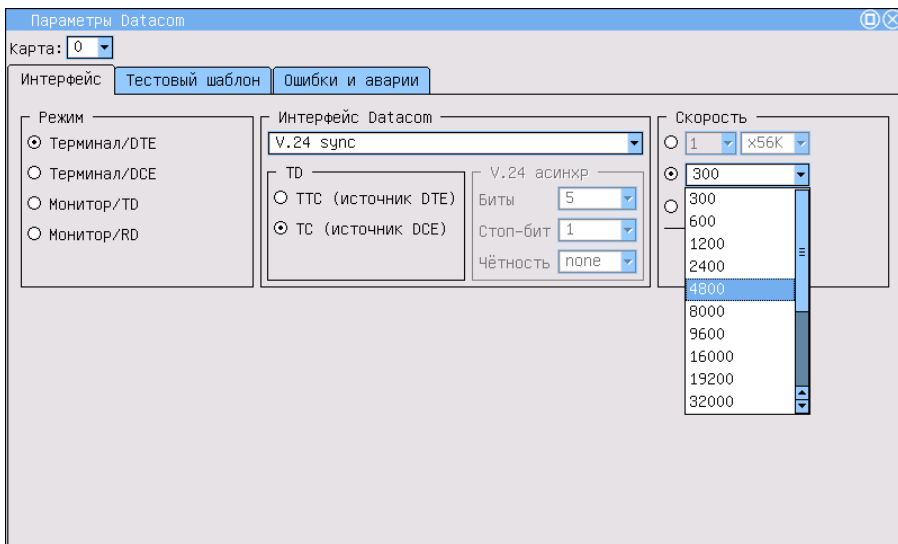

Рис. 3.5: Выбор скорости передачи данных
- Поле **Скорость** позволяет задать скорость тестирования (рис.3.5).